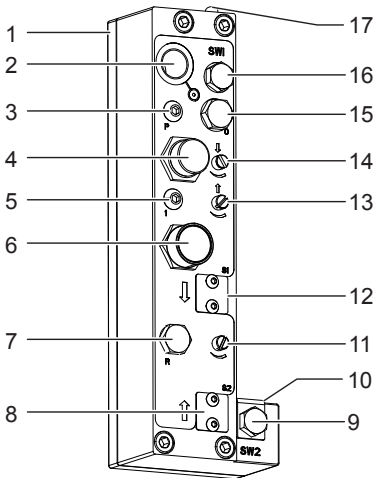

Figura 3
- Ajuste la separación entre los orificios (1) y (2) deslizando (3), de manera que iguale la profundidad de taladrado requerida MÁS la distancia de la broca sobre la pieza.
- Inmovilice en su posición con (4) al par de apriete recomendado.
- Coloque la HCU en (3).
- Ajuste la separación entre (6) y (7) a la distancia requerida sobre la pieza.
- Desenrosque (8) de la HCU para ajustar al mínimo la resistencia dentro de la HCU.
- Abra por completo (13), en la Figura 3.
- Cierre (11), en la Figura 3.
- Conecte el suministro de aire y pulse (6), en la Figura 3.
- Ajuste (11/13), en la Figura 3, para lograr la alimentación de avance y retroceso requerida para la operación.
- Efectúe una serie de perforaciones de prueba para determinar el avance ideal y los ajustes de HCU usando (11), en la Figura 3.